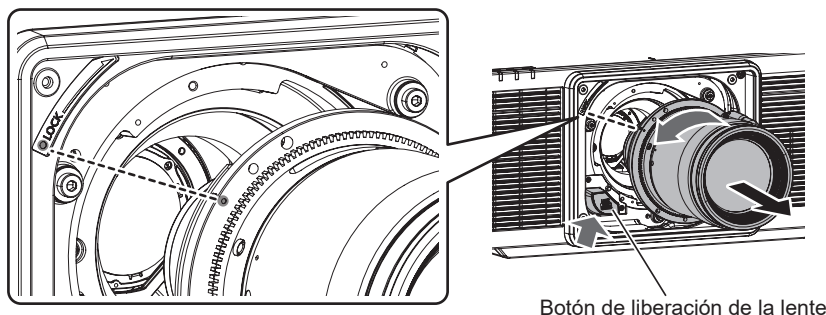

Figura 1
1) Extraiga la cubierta de la zona de la lente. (Figura 1)
- 2) **Retire la lente de proyección girándola hacia la izquierda mientras que pulsa el botón de liberación de la lente. (Figura 1)**